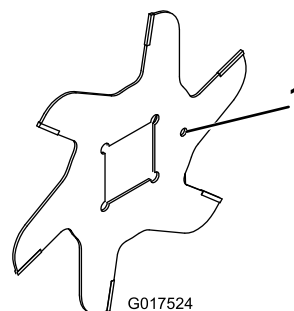

Figura 15
1. Montate una lama (Figura 15).
4. Montate la lama successiva ruotata in senso orario in modo tale che il foro di riferimento (Figura 15) non sia allineato al foro della prima lama, bensì sia spostato di un lato sulla sezione quadrata dell'albero.